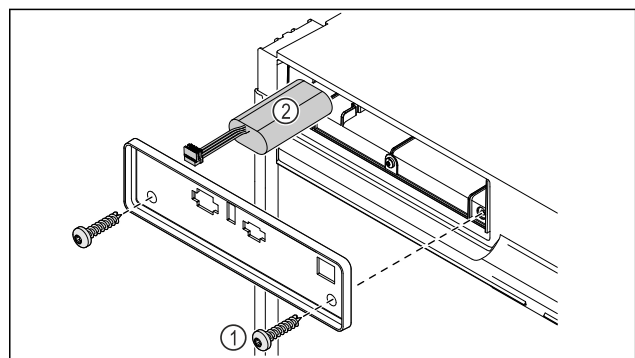

Fig. 195
- ▶ Schrauben herausdrehen und Abdeckung auf der Rückseite des Gerätes entfernen Fig. 195 (1).
- ▶ Batterie abstecken und herausnehmen Fig. 195 (2).